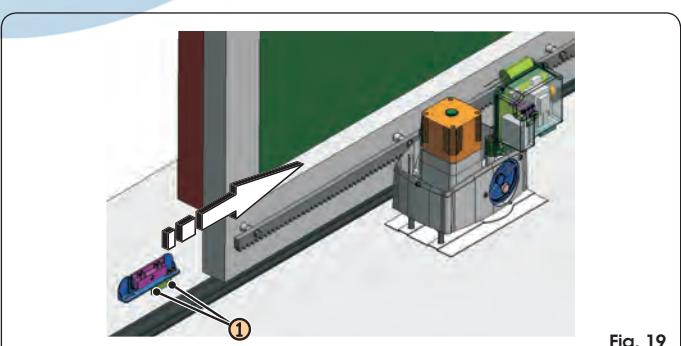

Fig. 19
- Schuif de magneet die het dichtst bij de aandrijving zit over de tandheugel richting de motor, zie figuur 19. Schuif, zodra de led van de eindschakelaar op de kaart dooft, de magneet nog 10 mm verder en zet hem vast met de speciale schroeven (Fig. 19 ref. ①).